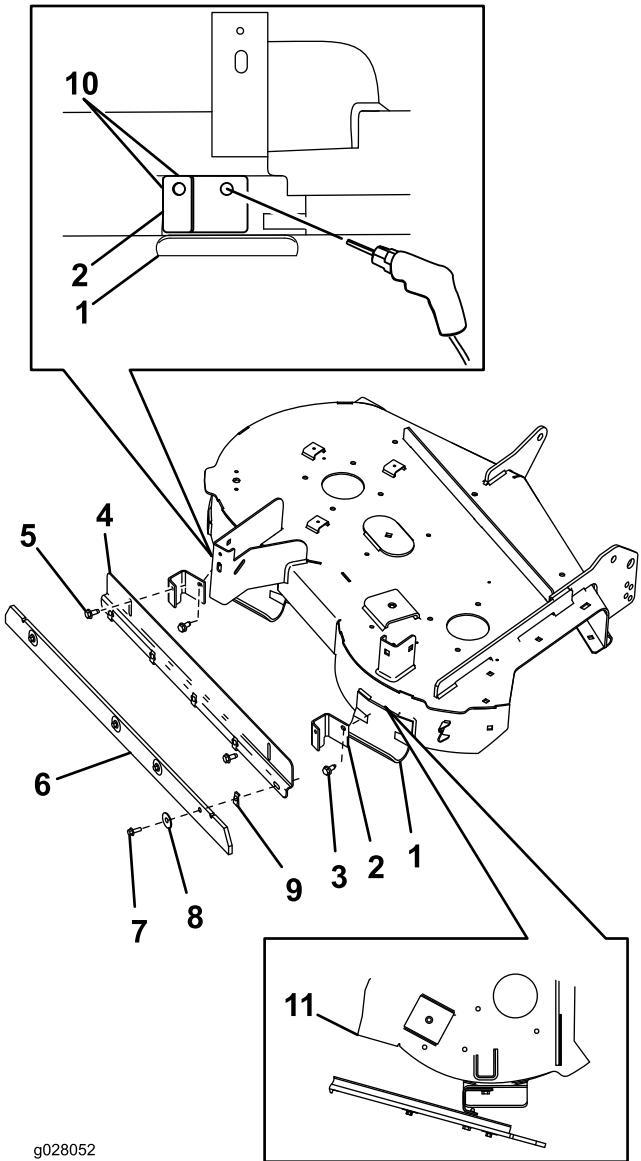

Figure 1
1. Localisez le patin droit sur le côté face à l'arrière du tablier de coupe, comme montré à la Figure 1.
2. Placez le côté long du support de montage du système de traçage contre le patin (Figure 1).
3. Repérez l'emplacement du trou du support de montage sur le patin (Figure 1).
8. Localisez le patin gauche sur le côté face à l'arrière du tablier de coupe, comme illustré à la Figure 1.
10. Alignez les fentes dans le support de traçage de rayures et les trous dans le côté court des supports de montage (Figure 1).
1. Alignez le support de traçage de manière que la bride de montage soit en haut et tournée vers le tablier de coupe (la bride de racloir est en bas tournée à l'opposé du tablier), comme montré à la Figure 1.
2. Alignez le haut de la fente de la bride de montage du support de traçage et le trou dans le côté court de chaque support de montage monté sur les patins (Figure 1).
3. Fixez le support de traçage à chaque support de montage avec les vis à embase autotaraudeuses (Figure 1).